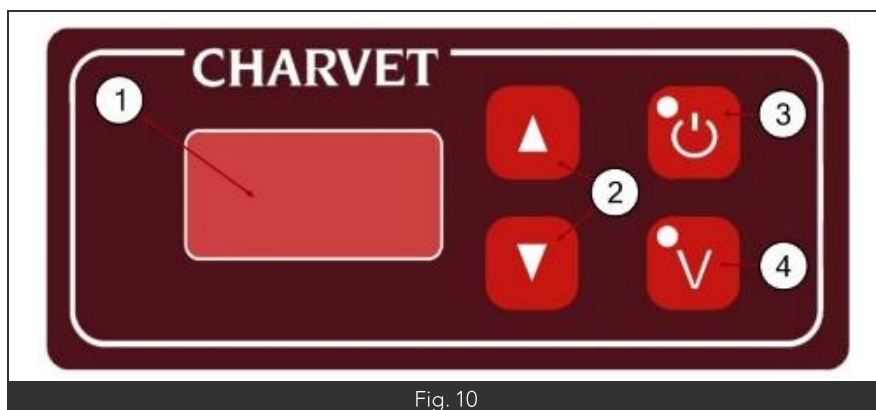

Fig. 10
- Mettre en fonction l'appareil (Fig10 Rep3) le voyant vert s'allume ce qui signifie la mise en tension.
- Sélectionner une température de chauffe (Fig10 Rep2), l'afficheur numérique s'allume (Fig10 Rep1) ce qui signifie la mise en chauffe.
- Appuyer sur V (Fig10 Rep4) pour mettre en fonction le brasseur.